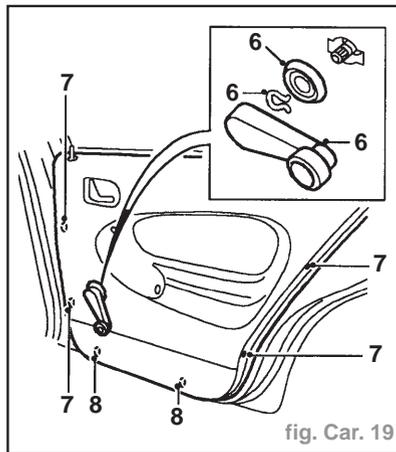

fig. Car. 19
- Dégager le cache de la poignée de porte (2).
- Déposer le cache de la poignée de porte (3).
- Enlever 2 vis maintenant la poignée de porte sur celle-ci (4).
- Déposer la poignée de porte (5).
- Dégager l'attache élastique maintenant la manivelle de lève-glace et récupérer la manivelle et l'enjoliveur (6) (fig. Car. 19).